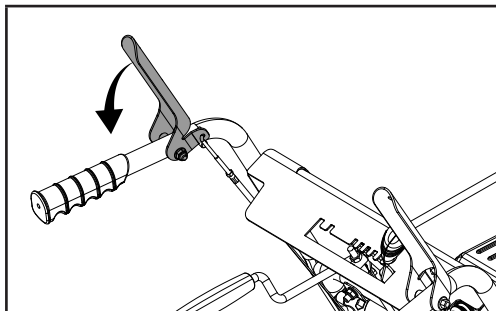

Figure 33
12. Appuyez sur la poignée de commande de la tarière pour vous assurer que la courroie est engagée correctement sur la poulie tendeur (figure 33). Sous la zone du couvercle à courroie, assurez-vous que la distance des deux côtés entre le guide et la poulie est la même.